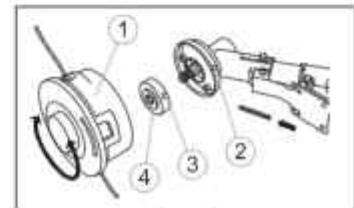

Рис. 6
- Удерживая стержень в отверстиях **2** и **3** чашки редуктора и фланцевой шайбы **4**, закрутите катушку с леской против часовой стрелки до упора (рис. 6).